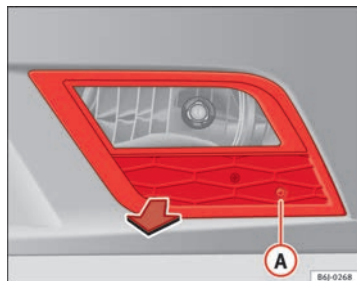

Fig. 153 Farol de nevoeiro
- Retire o parafuso ⇒ Fig. 153 (A) da grelha do farol de nevoeiro, utilizando uma chave de fendas.